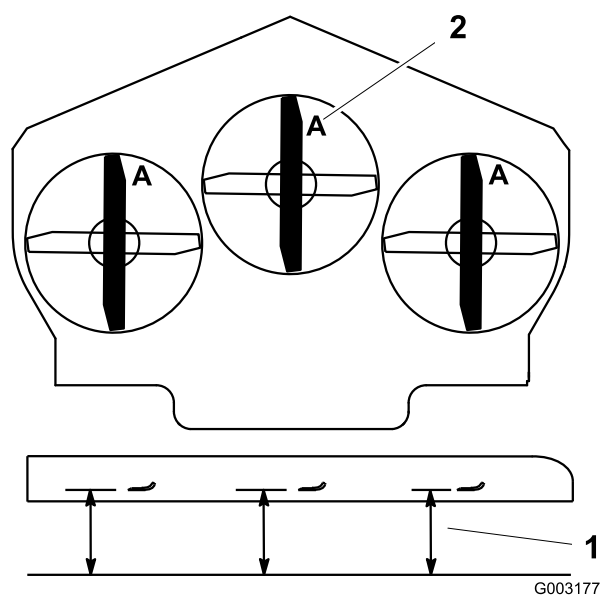

Bild 76
3. Drehen Sie die Schnittemesser, bis die Enden nach vorne und hinten gerichtet sind (Bild 76). Messen Sie von einer ebenen Fläche bis zu den Schnittkante (Position A) der Messer (Bild 76). Notieren Sie diesen Wert.